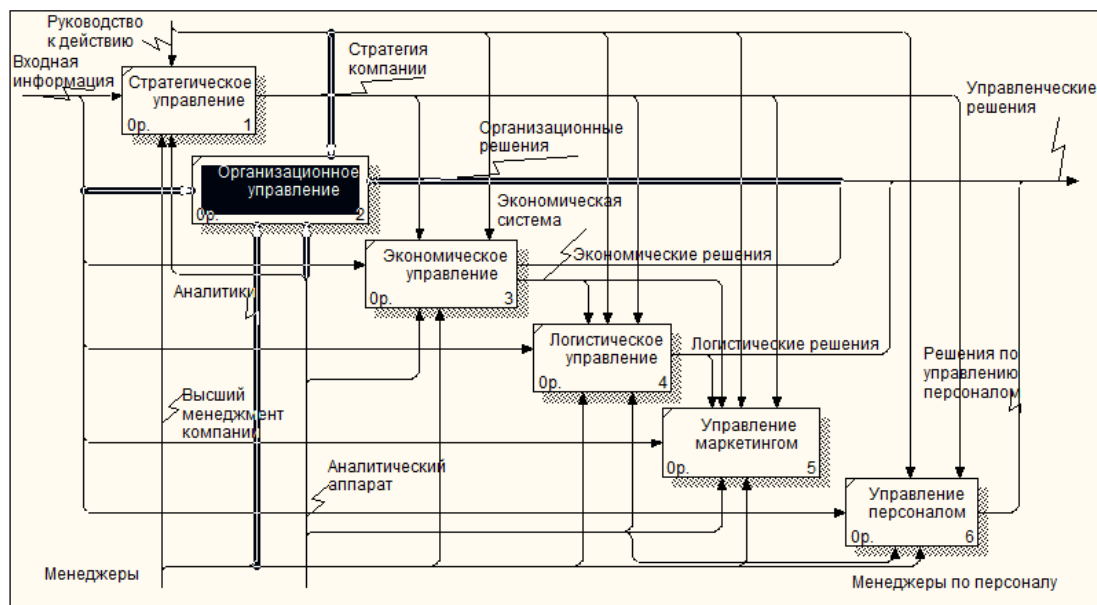

Рисунок 3.1 – Выбор функции «Организационное управление» для декомпозиции
- 2 Декомпозируем работу «Организационное управление». Для этого на диаграмме A0 нужно выделить эту работу (рисунок 3.1).